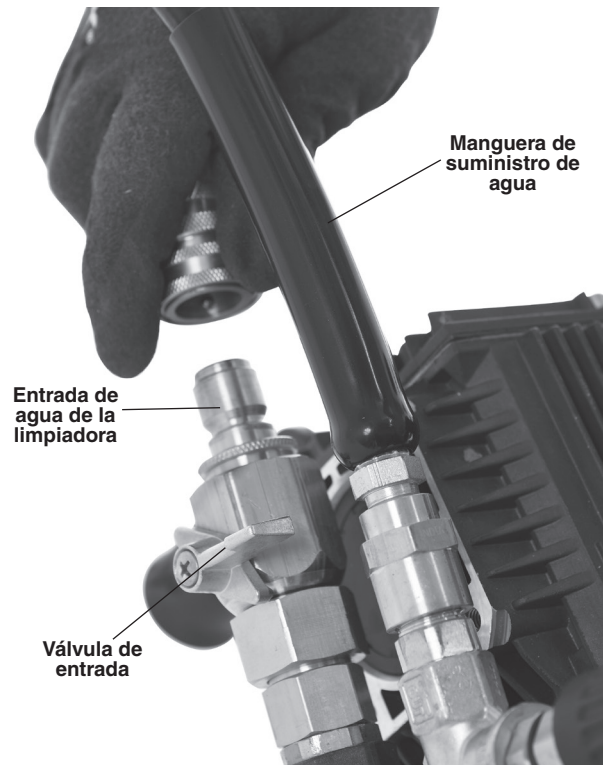

Figura 3 – Conexión de la manguera de suministro de agua a la limpiadora. Cierre la válvula de entrada (está cerrada en la imagen).
2. Conecte el acoplamiento rápido a la manguera de entrada de agua. Conecte la manguera de suministro de agua a la entrada de la limpiadora y cierre la válvula de entrada (Figura 3).